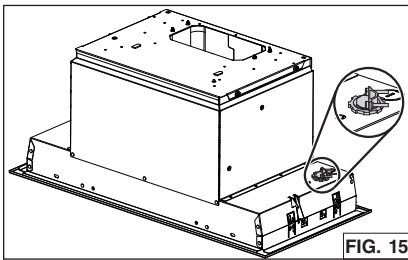

FIG. 15
4. Perfore uno de los dos orificios punzonados. Instale una abrazadera de cables de 7/8 pulg. (no incluida, en gris en FIG. 15).